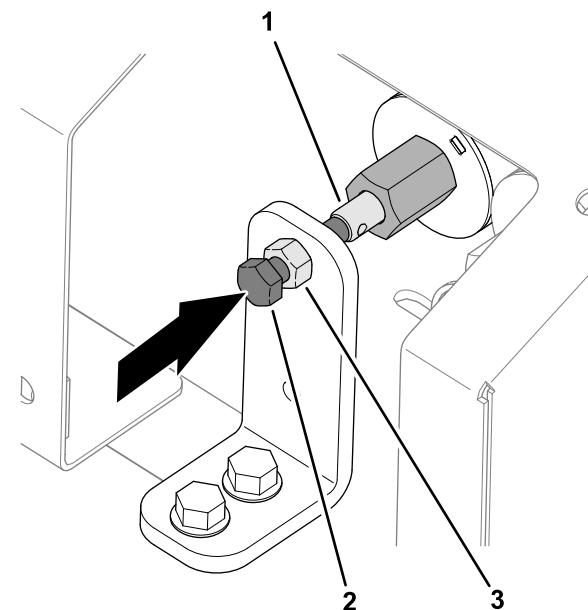

Figure 35
1. Desserrez l'écrou de blocage sur le support de commande manuelle (Figure 35).
2. Tournez la vis à tête hexagonale de la vanne dans le sens horaire pour accroître la vitesse de la bande (Figure 35).